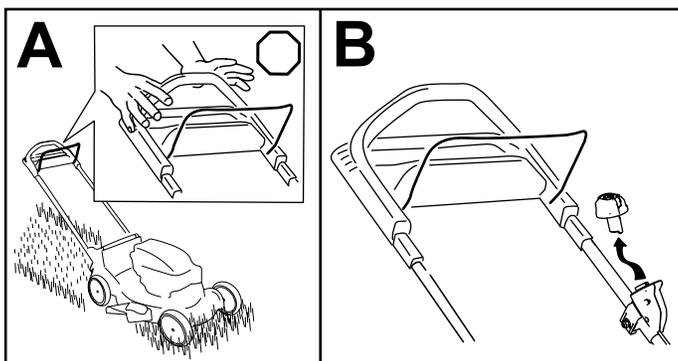

Figura 16
1. Liberte a barra de controlo da lâmina (A de Figura 16).
2. Remova o botão de arranque elétrico do arrancador elétrico (B de Figura 16).